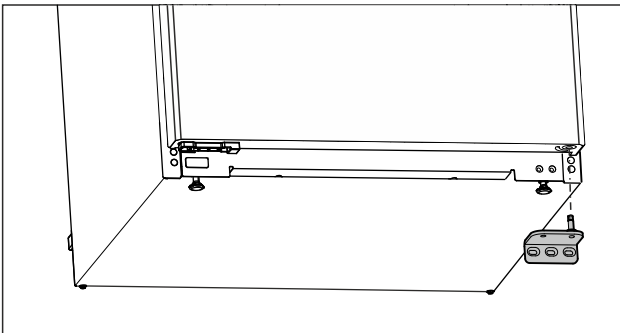

Fig. 11
- ▶ Свалете лагерната стойка надолу. (виж Fig. 11)